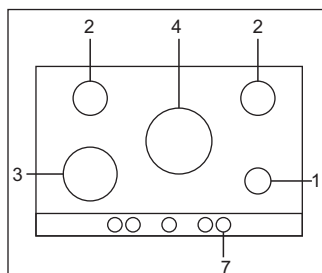

Fig. 11A
- GAS HOB TYPE UBGHDF90AL see Fig.11A
(Figs. 11A - 11U)